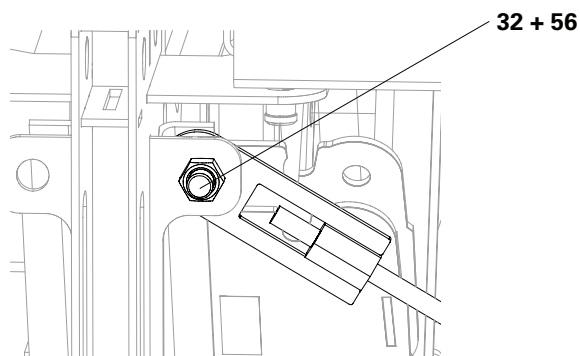

Fig. C7.04b
5. Fissare l'unità di serraggio con l'occhiello di bloccaggio di carico H DW15 (**39**) al nodo di supporto (**6**) con viti ISO 4017 M20 x 50 (**32**) e dadi ISO 4032 M20 (**56**). (Fig. C7.04b)